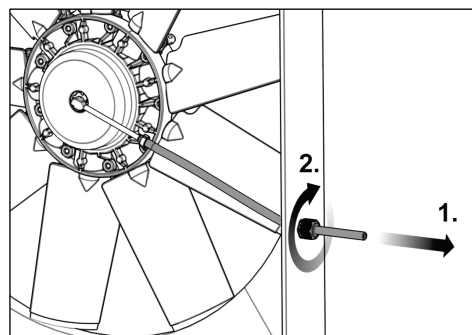

Fig. 32
- 24) Tendrer le flexible de refoulement (voir Fig. 32, étape 1) de sorte qu'une légère rotation du passage tournant soit possible (max. 15°).
- 25) Bloquer le flexible de refoulement à travers la décharge de traction (voir Fig. 32, étape 2).